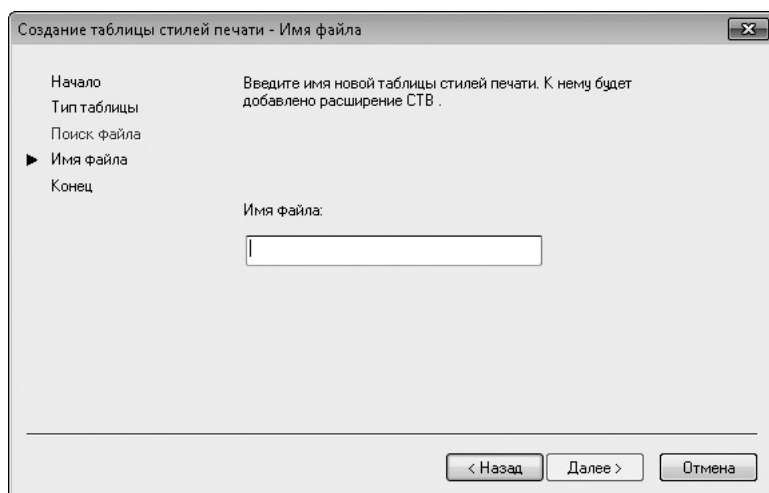

Рис. 8.20. Окно определения имени файла
3. Установите переключатель в положение **Таблица цветозависимых стилей печати**, чтобы создать цветозависимую таблицу. Выбрав вариант **Таблица именованных стилей печати**, вы создадите именованную таблицу стилей. Перейдите к следующему окну мастера (рис. 8.20).